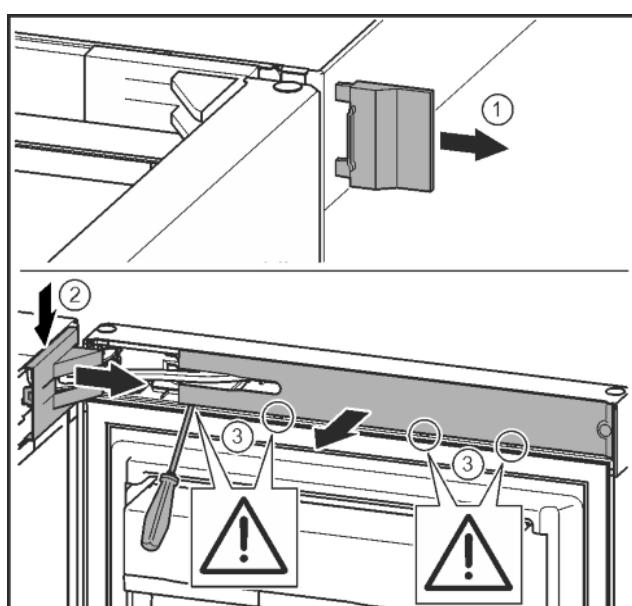

Fig. 9
- Снять внешнюю крышку. Fig. 9 (1)
► При помощи отвертки освободить крышку опорного кронштейна и отсоединить. Снять крышку опорного кронштейна. Fig. 9 (2)
- Шлицевой отверткой вывести накладку из зацепления и отвести в сторону. Fig. 9 (3)